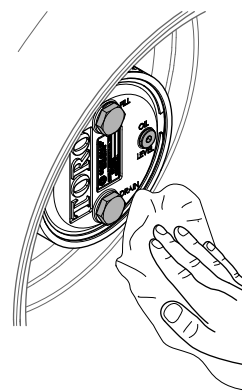

Figura 70
- Skříň planetových převodů a skříň brzdy otřete dočista (Figura 70).